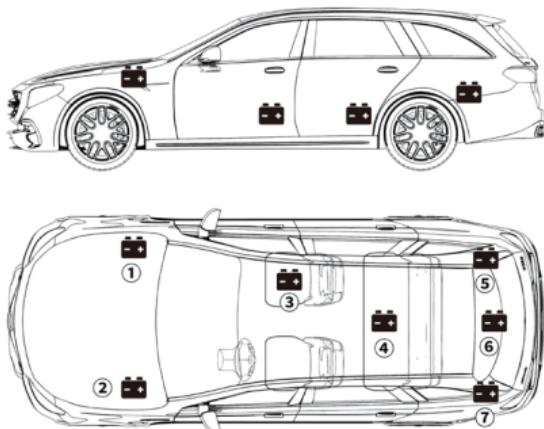

Figura 3.1.1
- 1) La maggior parte dei modelli di veicoli posiziona la batteria nel vano motore, sotto il cofano, in uno degli angoli anteriori. Vedere la posizione della batteria ① e ② nella Figura 3.1.1.
- 2) Per bilanciare la distribuzione del peso non uniforme, alcuni produttori mettono la batteria nel bagagliaio. Vedere la posizione della batteria ⑤ , ⑥ e ⑦ nella Figura 3.1.1. In questo caso, la batteria potrebbe avere un coperchio di plastica che deve essere rimosso prima di qualsiasi test.
- 3) Per alcuni modelli, la batteria potrebbe essere riposta sotto il sedile posteriore. Vedere la posizione della batteria ④ nella Figura 3.1.1.
- 4) Per gli altri veicoli, la batteria sarà posizionata sotto il sedile del passeggero. Vedere la posizione della batteria ③ nella Figura 3.1.1.